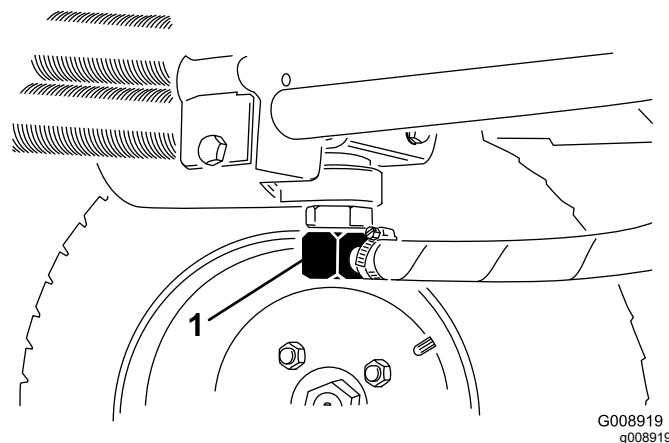
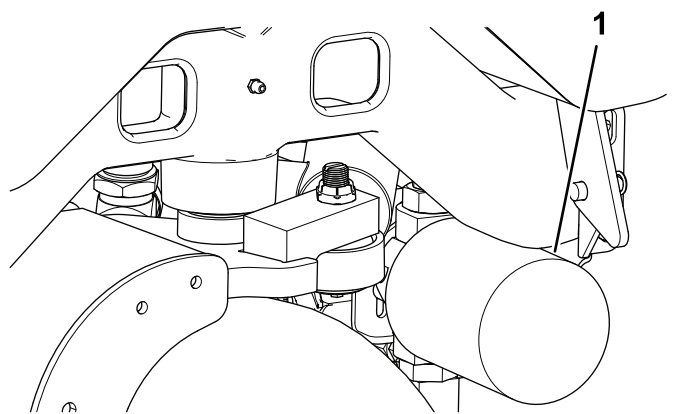

Figura 75
Figura 76
3. Desconecte as linhas hidráulicas (Figura 75) ou retire o filtro hidráulico (Figura 76) e deixe que o fluido hidráulico escorra para dentro de um recipiente de escoamento.
4. Coloque um recipiente de escoamento debaixo do filtro (Figura 76) e retire o filtro.